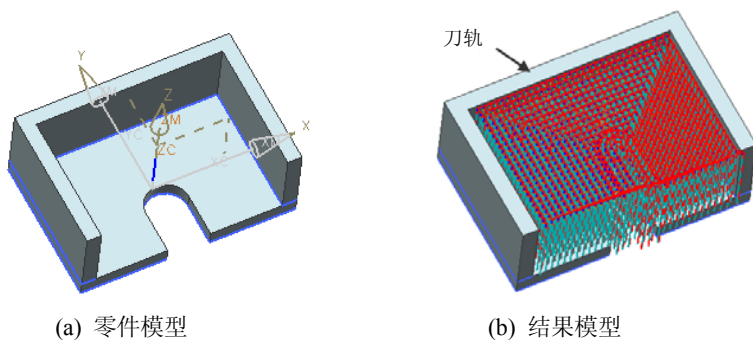

图 5-36 习题(1)模型
(1) 在 NX 6 中,创建如图 5-36(a)所示的工件模型,进入加工环境创建插铣操作,加工其内部腔体,完成粗加工后的效果如图 5-36(b)所示。